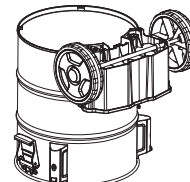

Fig. 3
- Instalar el eje (J) a través de las ruedas traseras (A) y de almacenamiento. A continuación, conecte con las arandelas (I) en cada lado de la rueda (A), poner el pasador (I) a través del agujero y se dobla al final de el eje (J) para fijar las ruedas (A). (Fig. 3)